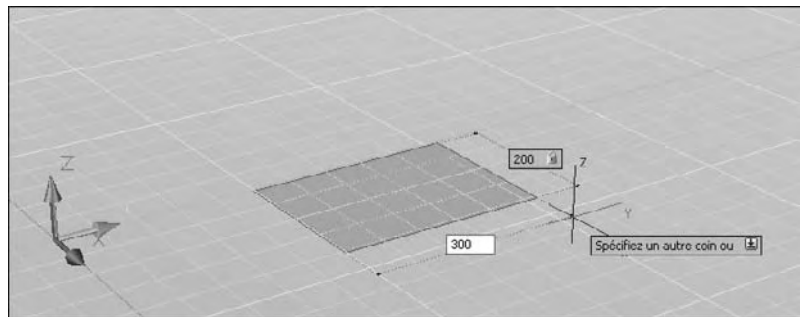

Fig.3.11
- 9 Entrez la largeur en tapant la dimension. Par exemple : 300 (fig.3.11).